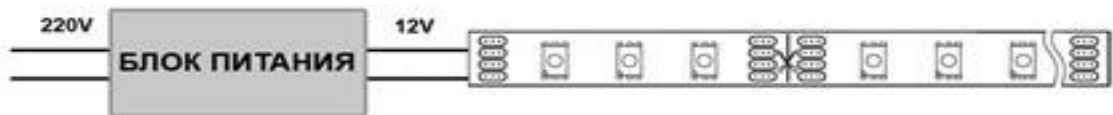

Рис. 3
Безпосередньо світлодіодна стрічка (має клейовий шар з захисною паперовою стрічкою) монтується (приклеюється) на суху, знежирену поверхню. При монтажі світлодіодної стрічки необхідно уникати перекручування, зминання, згинання стрічки під гострими кутами, тощо (рис. 3).
Всі елементи комплекту світлодіодної стрічки з'єднуються між собою, відповідно до схеми (рис. 3). Послідовно до світлодіодної стрічки приєднується термостійкий кабель (в разі, якщо це потребують умови монтажу), контролер – в разі монтажу RGBW стрічки (рис. 4), блок живлення 220/24(12) вольт.